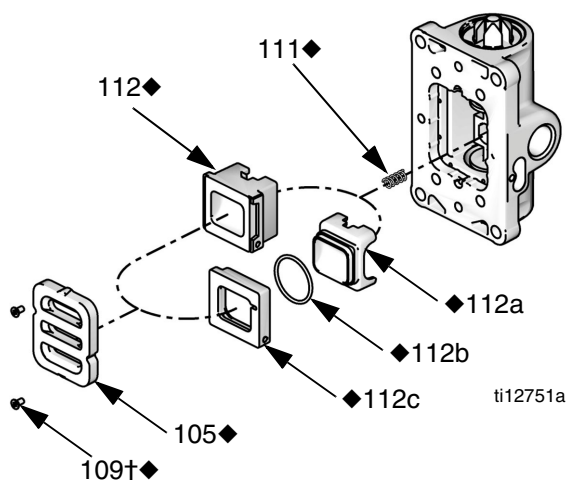

FIG. 5: Rimozione della piastra aria
2. Vedere FIG. 5. Utilizzare una chiave esagonale da 2 mm o 5/64" per rimuovere due viti (109†♦). Rimuovere la piastra della valvola (105♦).